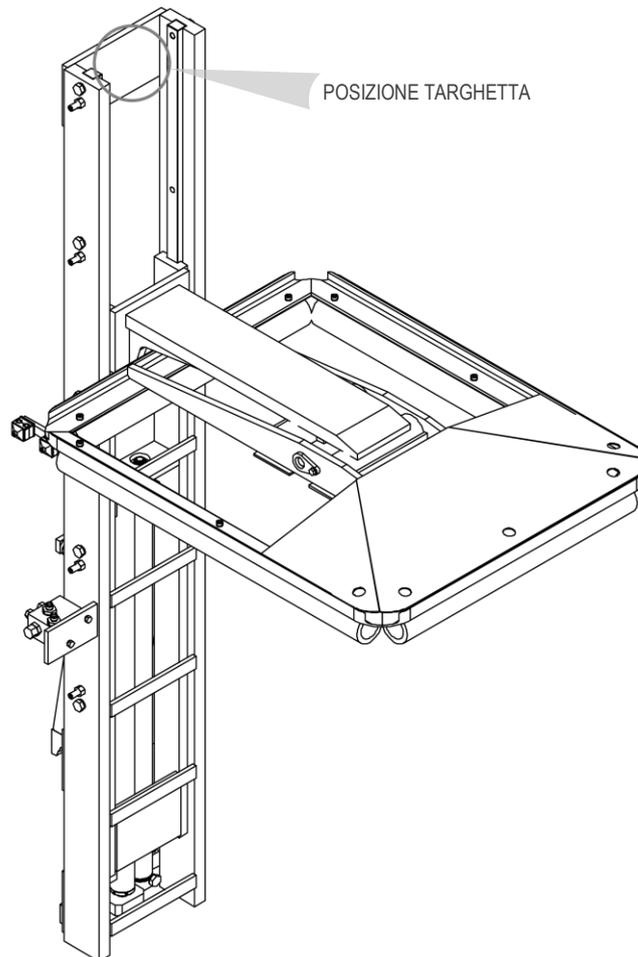

Figura 1
Tutte le attrezzature A.T.I.B. - "PRESSACARICO TIPO 951" vengono identificate mediante targhetta adesiva (vedi *Tabella 1*) posizionata sull'attrezzatura (vedi *Figura 1*, la posizione della targhetta identificativa potrebbe variare in funzione dell'attrezzatura). Fare sempre riferimento al numero di matricola.
5. Per la movimentazione utilizzare cinghie o catene opportunamente dimensionate rispetto al peso dell'attrezzatura indicato in targhetta (vedi *Figura 1* e *Tabella 1* a pag.5).
9. Collegare il circuito idraulico, assicurandosi che la pressione di esercizio delle tubazioni sia superiore o uguale a quella indicata sulla targhetta di identificazione (vedi *Figura 1* e la *Tabella 1* a pag.5).